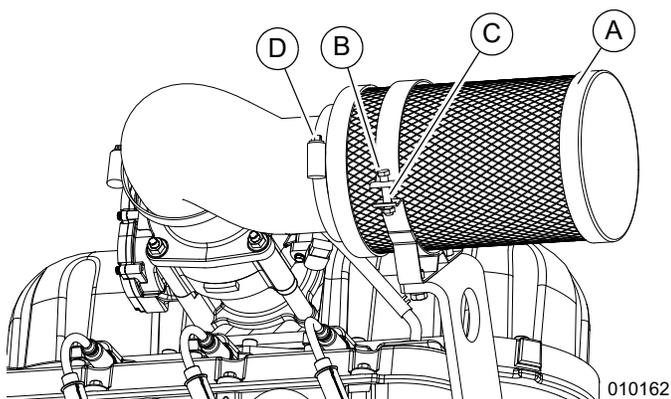

Figure 5-13. Couvercle de filtre à air et élément de filtre
1. Voir la Figure 5-13. Retirez l'écrou (B) et le boulon (C) du collier du filtre à air, puis desserrez la bride du coude (D) pour dégager le filtre à air.